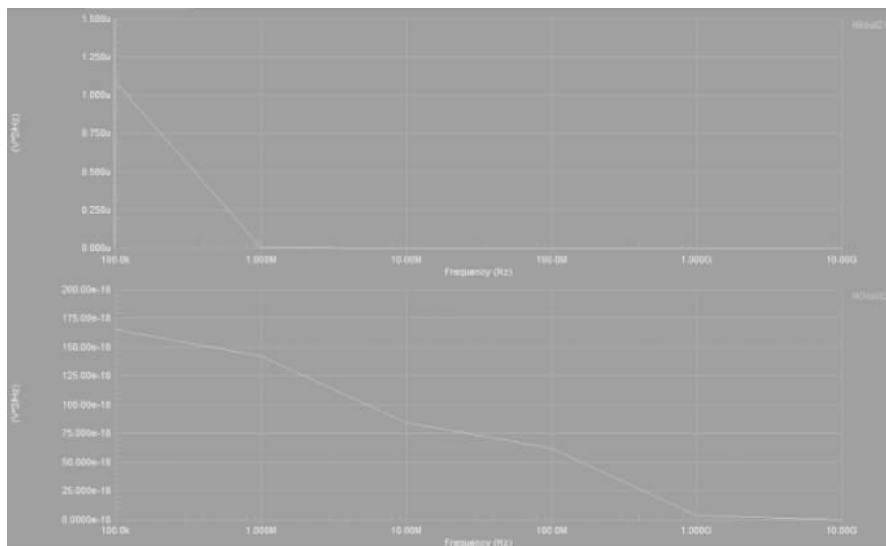

图 3-71 噪声谱密度分布
- (3) 可以看到如图 3-71 所示的噪声谱密度分布图。